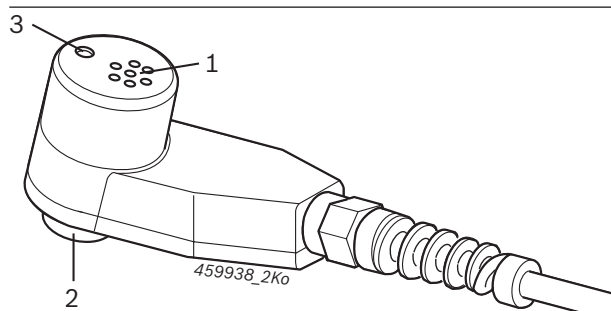

Fig. 2: Combisensor
De openingen van de microfoon voor de opname van het luchtgeluid (afb. 2, pos. 1) moeten altijd vrij zijn. Een vlak boven de sensorbovenkant gerichte persluchtstroom is geschikt, om vervuilingen uit de ingangsoeningen voor het geluid te zuigen.